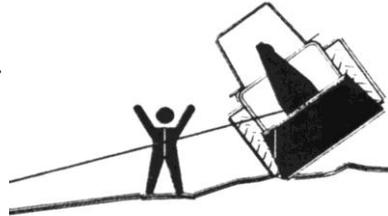

Bild 6
25. Auf einem unebenen Gebiet bzw. bei Nichtbeachtung des maximal erlaubten Zugwinkels besteht eine Umkipppgefahr (Bild 6).
26. Halten Sie sich nicht im Gefahrenbereich auf (Bild 6).